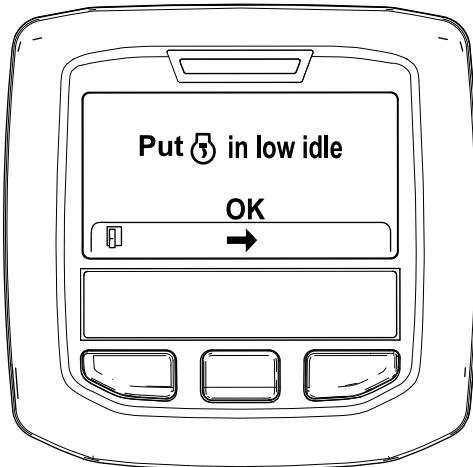

Figura 33
6. Mueva el control del acelerador a RALENTÍ BAJO y pulse el botón central (Figura 33).